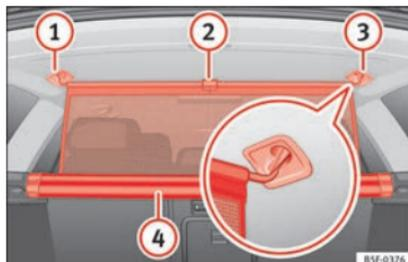

Abb. 171 Im Kofferraum: Trennwandnetz einhängen.
• Ziehen Sie die Lasche »» **Abb. 171** ② nach oben, um das Netz aus dem Einsatz ④ zu nehmen.
• Hängen Sie die Netztrennwand an der rechten Seite ③ (vergrößerte Darstellung) ein.
• Hängen Sie die Netztrennwand an der Aufnahme der linken Seite ① ein, indem Sie an der Stange ziehen.